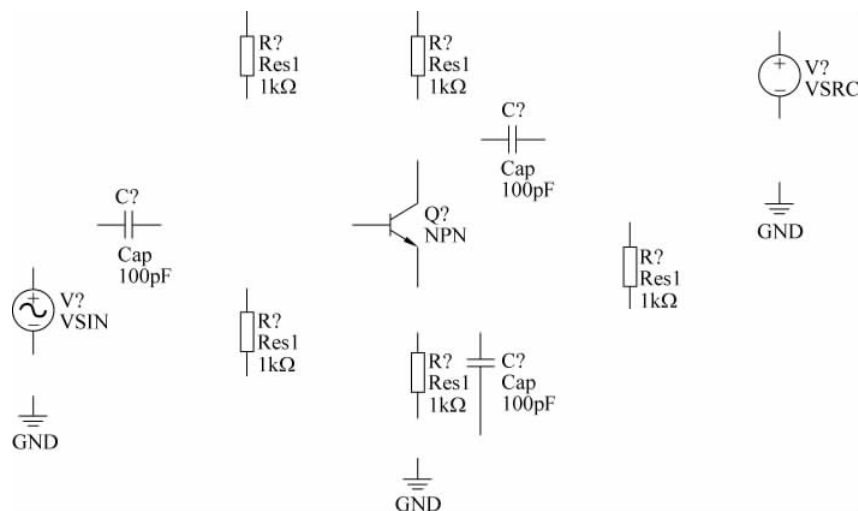

图 3-79 放置元器件和信号源
(1) 从 Miscellaneous Devices. IntLib 库中分别找到名字为 Res1 的电阻元件、名字为 Cap 的电容器件、名字为 NPN 的晶体管(必须选择 Model Type 为 Simulation 的元件),并将其按照如图 3-79 所示的位置进行放置。
(2) 从 Simulation Sources. IntLib 库中找到名字为 VSRC 和 VSIN 的元件,并按照如图 3-79 所示的位置进行放置。
(3) 单击 AD 主界面下工具栏内的  按钮,将 GND 按照如图 3-79 所示的位置进行放置。